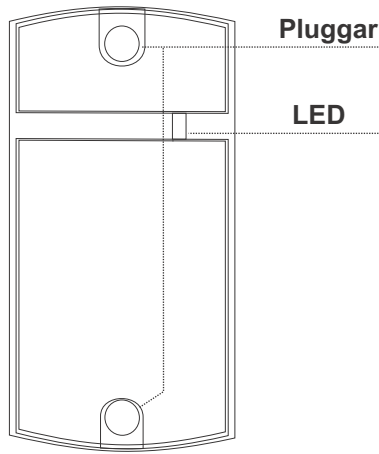

Bild. 2
- Förslut läsarens hål med de medlevererade pluggarna (bild 2)